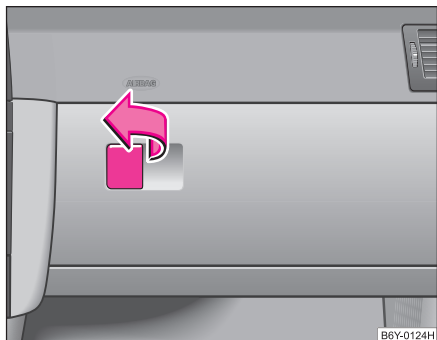

Abb. 73 Schalttafel:
- Ziehen Sie den Griff in der Klappe in Pfeilrichtung => Abb. 73 und schwenken Sie die Klappe nach unten.